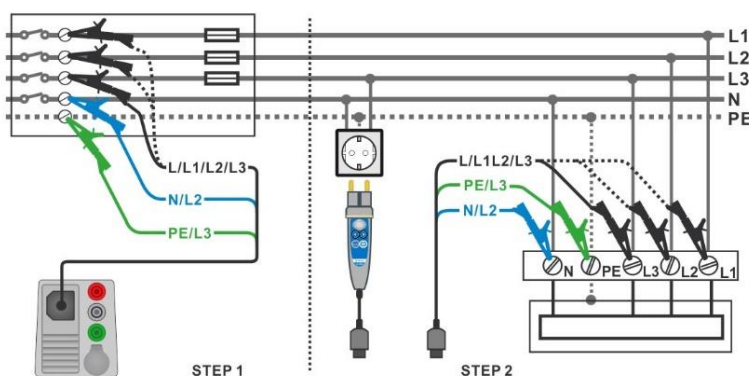

Fig. 4.107: AUTO TT mätning
- › Anslut 3-ledar testledn. eller Plug commander till objektet som skall testas, se **Fig. 4.107**